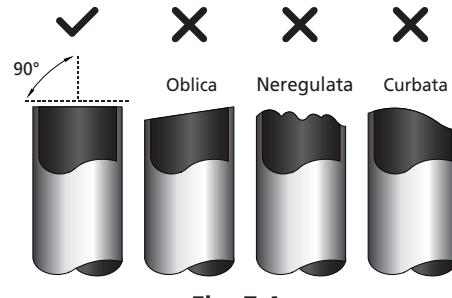

Fig. 7.4
- Asigurati-v-a ca unghiul de taiere este de 90°, perfect. Consultati fig. 7.4 pentru exemple de taiere imperfecta.